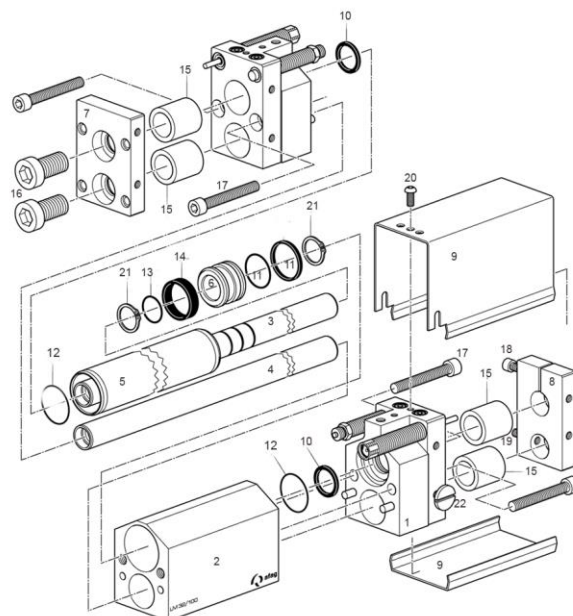

Fig. 24 Remplacement des pièces d'usure - LM 32
1. Desserrer les vis (Fig. 24, 20), retirer le raccord de protection.
2. Desserrer les vis (Fig. 24, 17) de la pièce intermédiaire (Fig. 24, 1) à l'avant et à l'arrière et les retirer.
3. Desserrer les vis (fig. 24, 18/19).
6. Retirer le tube du cylindre de la tige de piston (Fig. 24, 3).
7. Retirer les circlips (Fig. 24, 21) sur la tige de piston.
9. Sortir la plaque avant (Fig. 24, 7) avec le piston (Fig. 24, 3) et la barre de guidage (Fig. 24, 4) du bloc de guidage (fig. 24, 1).
10. Faire glisser le bloc de guidage de la tige de guidage (Fig. 24, 4) et de la tige de piston (Fig. 24, 3).
11. Retirer les pièces d'usure du piston (Fig. 24, 6).
12. Retirer les joints toriques et le joint de tige (Fig. 24, 10) dans les blocs de guidage (Fig. 24, 1).
13. Retirer les joints toriques (Fig. 24, 12) des blocs de guidage (Fig. 24, 1).
1. Raccourcir la bague de guidage (Fig. 24, 14) pour le piston (Fig. 24, 6) de 1 mm avec la pince coupante diagonale.
2. Monter avec précaution la bague (Fig. 24, 14) sur le piston (Fig. 24, 6).
3. Enfiler avec précaution le joint torique et le joint de piston (Fig. 24, 11) sur le piston (Fig. 24, 6) ! (ne pas endommager le joint) !
4. Graisser les roulements à billes linéaires (Fig. 24, 15) (Blasolube 301) et les enfoncer avec précaution dans les deux blocs (Fig. 24, 1) (à fleur à l'avant)!
- Les lèvres d'étanchéité des roulements à billes linéaires (Fig. 24, 15) doivent être orientées vers l'extérieur.
5. Insérer avec précaution le joint de tige et le joint torique (Fig. 24, 10) sur les deux blocs de guidage dans les rainures des joints de tige de piston.
6. Insérer avec précaution le joint (Fig. 24, 12) dans les deux blocs (1) !
1. Faire glisser le bloc de guidage avant (Fig. 24, 1) sur la tige de piston et de guidage (Fig. 24, 3+4).
3. Pousser le piston (Fig. 24, 6) avec le joint de piston noir vers l'avant sur la tige de piston (Fig. 24, 3) jusqu'au circlip.
4. Bloquer le piston (Fig. 24, 6) avec le deuxième circlip.
5. Graisser l'intérieur du piston (Fig. 24, 6) et du tube de cylindre (Fig. 24, 5) avec de la Blasolube 301 et les faire glisser sur le piston.
6. Enfiler la pièce intermédiaire (Fig. 24, 2) sur le tube du cylindre (Fig. 24, 5).
7. Glisser le bloc de guidage (Fig. 24, 1) sur la tige de piston (Fig. 24, 3) et la tige de guidage (Fig. 24, 4).
8. Placer la plaque arrière (Fig. 24, 8) sur la tige de piston (Fig. 24, 3) et la tige de guidage (Fig. 24, 4).
9. Serrer la vis (Fig. 24, 18) et la vis (Fig. 24, 19) sur la plaque (Fig. 24, 8).
10. Mettre en place les vis (Fig. 24, 17) sur les deux blocs de guidage (Fig. 24, 1) et les serrer à fond.
- La tige de piston (Fig. 24, 3) et la tige de guidage (Fig. 24, 4) doivent pouvoir être déplacées sans grande résistance.
- Les barres de guidage (Fig. 24, 3+4) doivent pouvoir être déplacées avec la même résistance dans le corps de base (Fig. 24, 2).